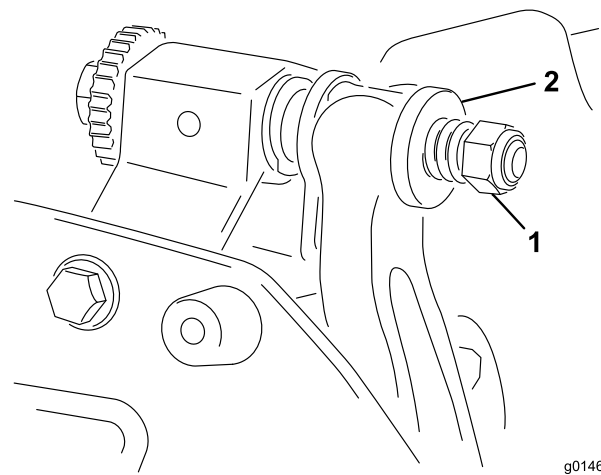

Bild 27
5. Ziehen Sie die Federspannungsmutter an, bis die Feder zusammengedrückt ist, drehen Sie sie dann eine 1/2 Umdrehung heraus (Bild 27).